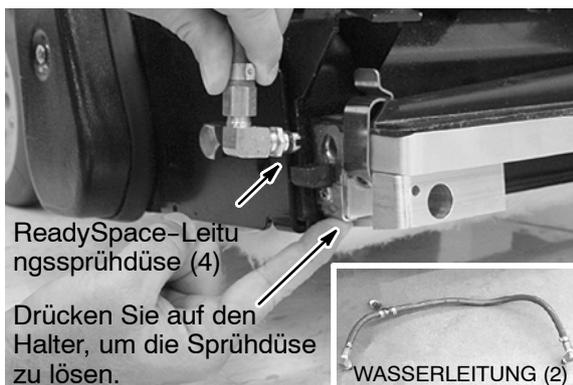

ABB. 41
- Prüfen Sie das Sprühmuster der zwei ReadySpace-Wasserleitungen (4 Sprühdüsen). Wenn die Düsen verstopft sind, entfernen Sie die Leitungen und legen Sie sie bis zu sechs Stunden in eine Essigsäure-Lösung (Abbildung 41). Entfernen Sie die Sprühdüsen nicht von den Leitungen.